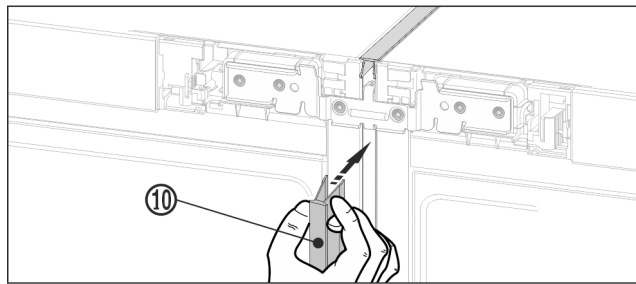

Fig. 22
- На передней стороне вдавите длинную декоративную планку Fig. 22 (10) в вертикальную щель. Обратите внимание, что планка опирается на соединительный лист.